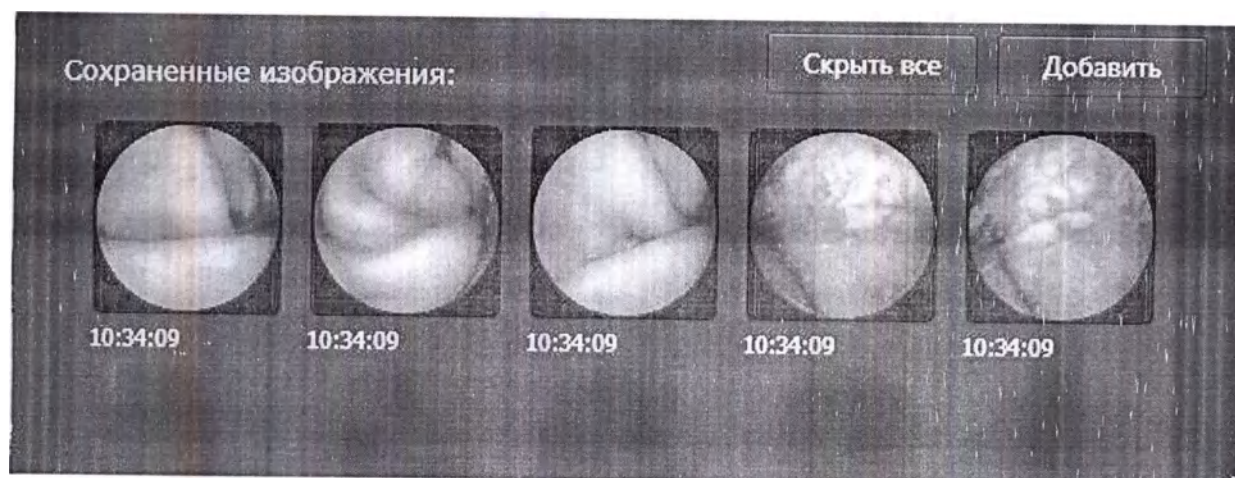

Рисунок 27 – Поле сохраненных изображений
3) поле сохраненных изображений, содержащее наиболее значимые кадры исследования, сохраненные в качестве меток в окне работы с изображением (рисунок 27). Поле расположено в нижней части окна формирования отчета